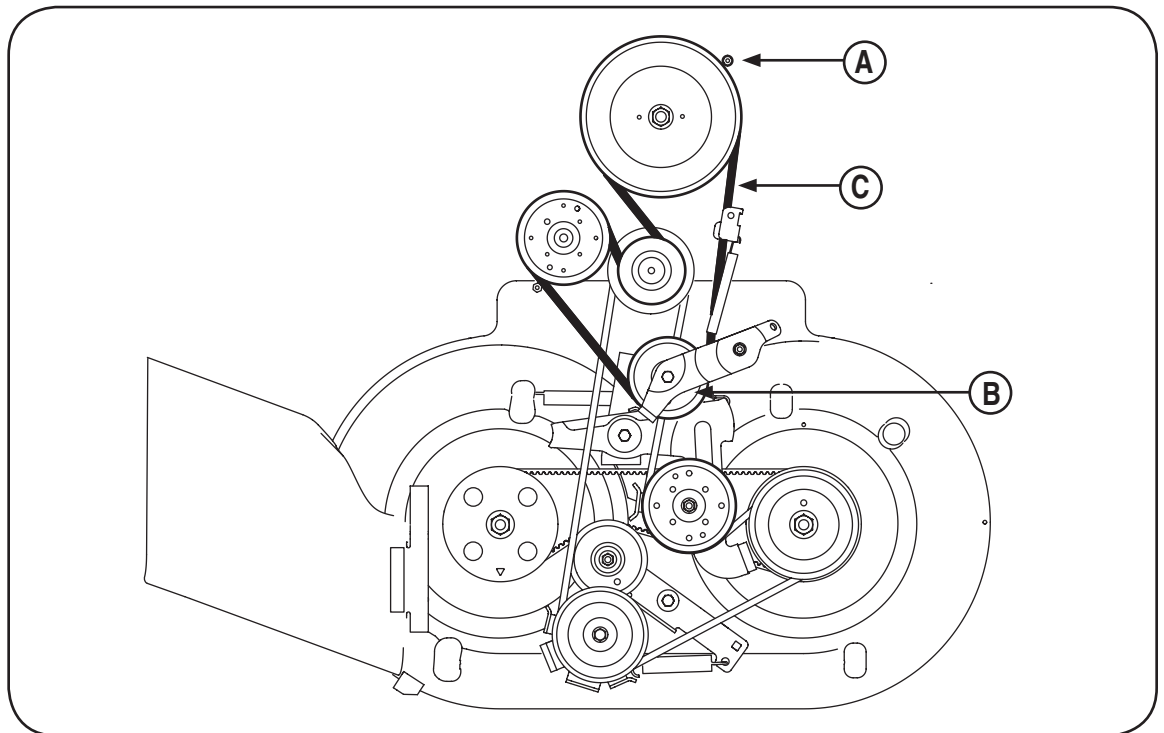

Figura 5-14: La vista superior del pase de la correa de transmisión.
4. Afloje el guardacorrea (A). El guardacorrea está sujeto a la parte inferior del bastidor de la cortadora, Figura 5-14.
5. Afloje la polea loca (B) aflojando el perno y la tuerca, Figura 5-14.
6. Extraiga la correa (C) de alrededor de las poleas, Figura 5-14.